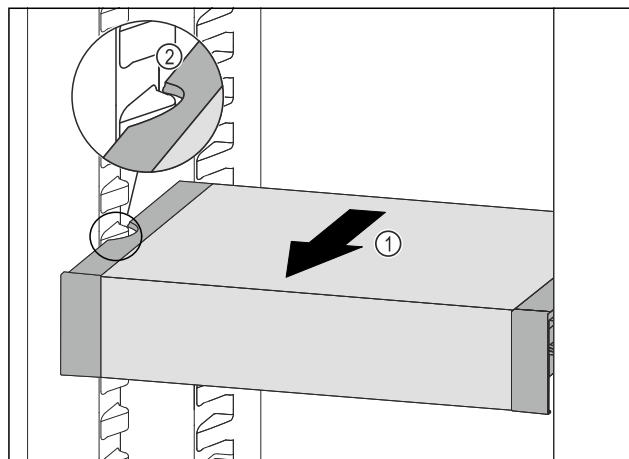

Fig. 56
- ▶ VarioSafe pociągnąć w przód Fig. 56 (1), aż boczne wycięcia szuflady VarioSafe będą się znajdować na wysokości zębów pojemnika w chłodziarce. Fig. 56 (2)